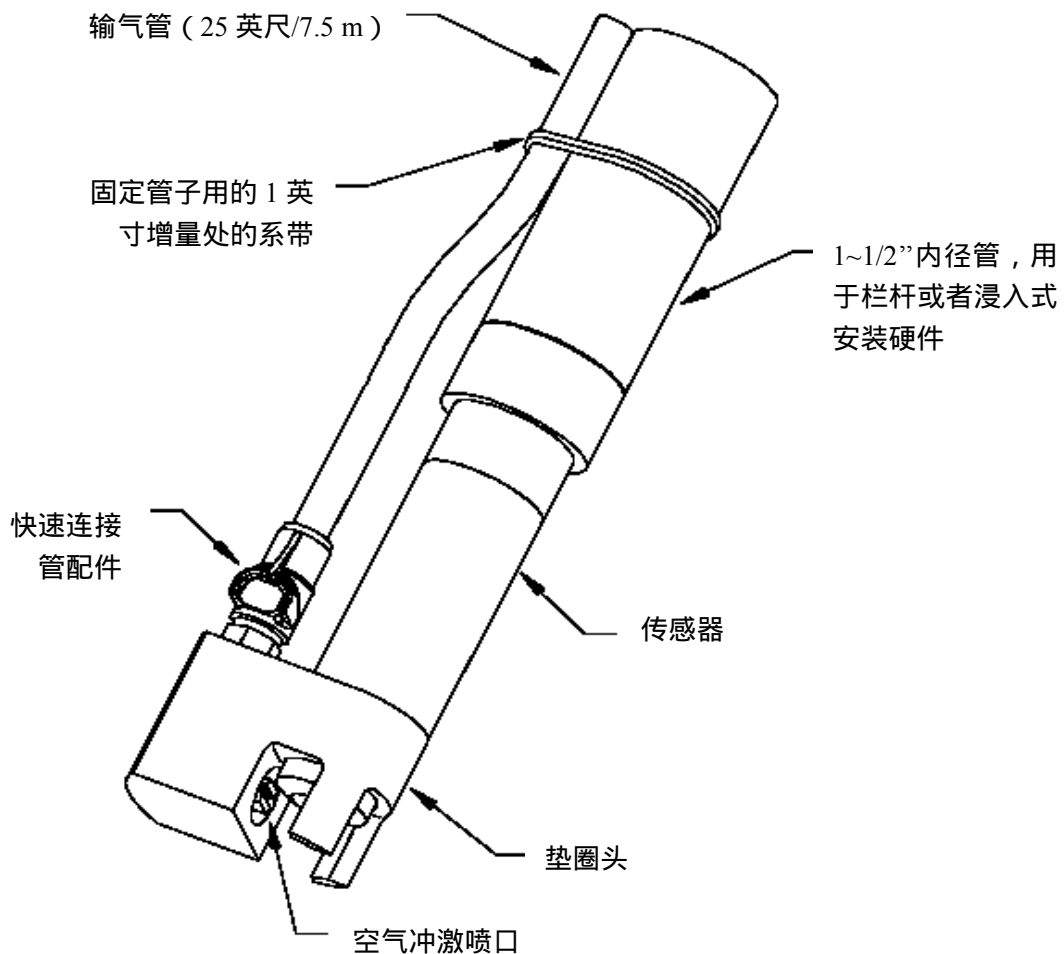
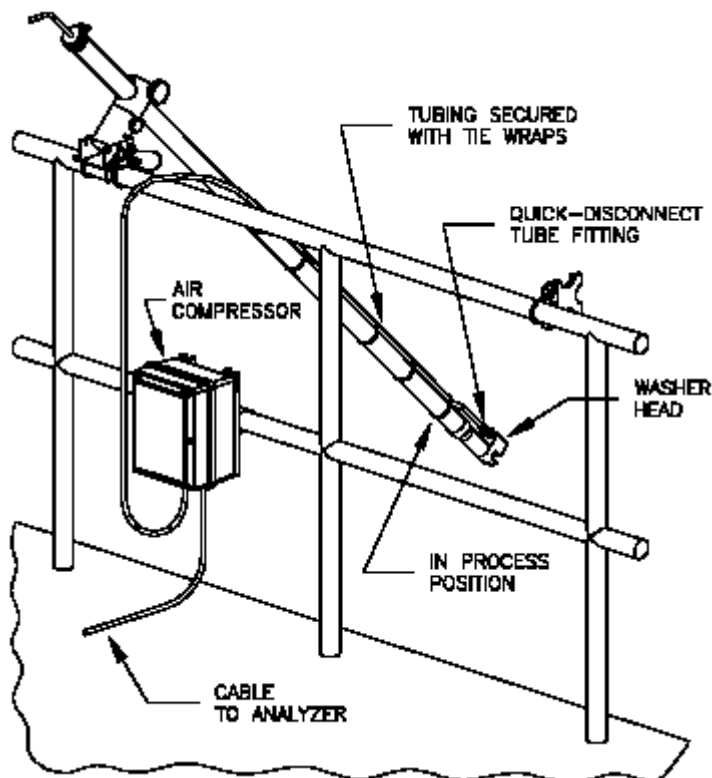

图 2-6 可选的垫圈头组件安装细节
图 2-7 空气压缩机位置示意图
您可能有一个可选的 GLI 垫片头组件(图 2-6)或者是自带的包括空气压缩机在内的空气冲击清洗系统(图 2-7)。要安装垫片组组件,参阅第 4.1 子小节;关于空气压缩机的安装详情参见第 4.2 节,包括 GLI D63、D53 或 D33 分析仪的接线指导。
1. 将空气压缩机放在靠近安装的传感器的地方 (图 2-7)。不要扩展 GLI 清洗头的管超过其标准长度 25 英尺 (7.6 m)。这将防止空气压缩机超出容量和/或在空气输送的响应时间上性能下降。